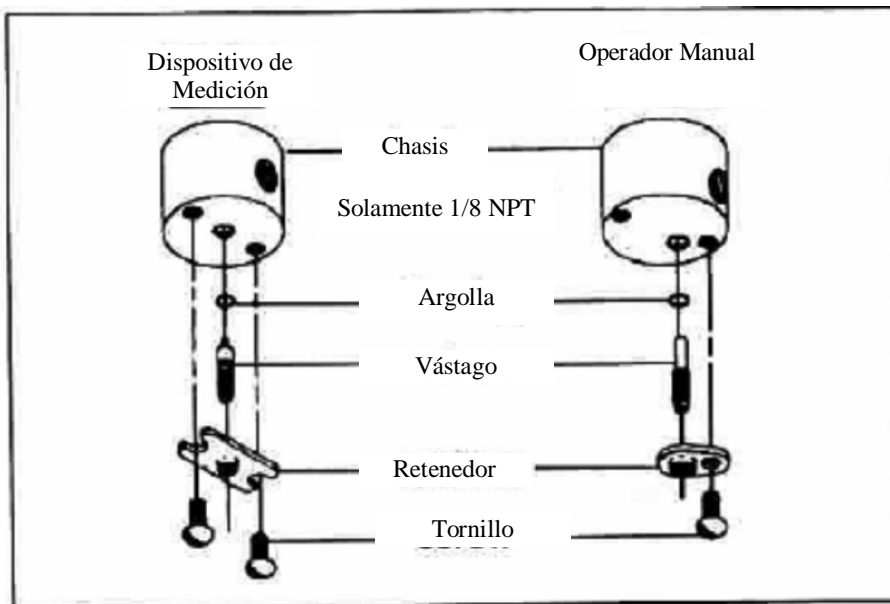

Figura 1. Ensamble de medidor y operador manual.
3. Desatornille la sub-base de solenoide o la válvula capote con la llave especial suministrada en el ASCO Rebuild Kit. Solo para ordenar el adaptador de la llave pida el No K218948. Quite el ensamble principal, el resorte principal, y la base del solenoide del chasis de la válvula. Para el mantenimiento normal de las válvulas de la serie 8263 no es necesario quitar el soporte. Vea la figura 1 para instrucciones de medición o de operación manual.